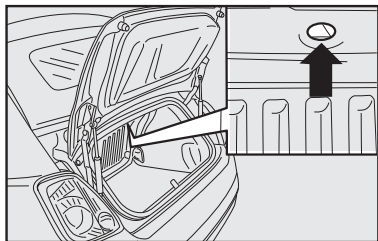

fig. 68
- Introduzir a chave na respectiva ranhura da parte de dentro do espaço do porta-malas, sob a chapeleira no ponto ilustrado na **fig. 68**.